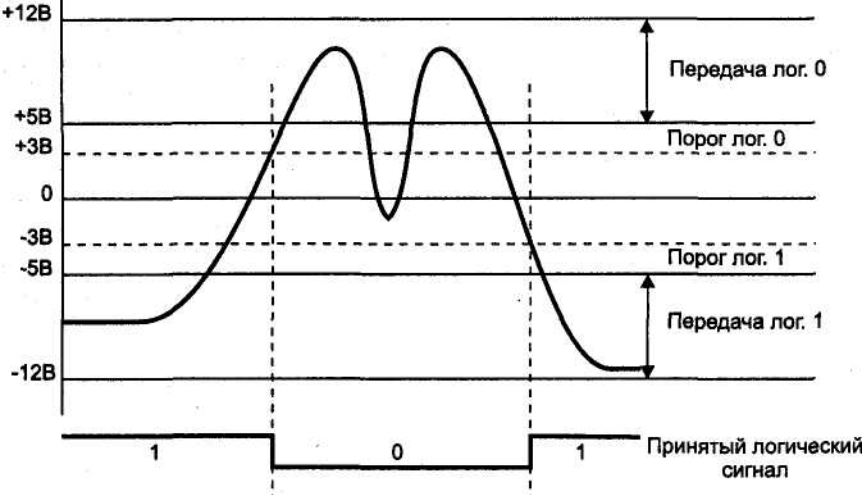

Рис. 2.3. Прием сигналов RS-232C
Стандарт RS-232C описывает несимметричные передатчики и приемники — сигнал передается относительно общего провода — схемной земли (симметричные дифференциальные сигналы используются в других интерфейсах — например, RS-422). Интерфейс *не обеспечивает гальванической развязки* устройств. Логической единице соответствует напряжение на *входе приемника* в диапазоне от -12 до -3 В. Для линий управляющих сигналов это состояние называется *ON* («включено»), для линий последовательных данных — *MARK*. Логическому нулю соответствует диапазон от +3 до +12 В. Для линий управляющих сигналов состояние называется *OFF* («выключено»), а для линий последовательных данных — *SPACE*. Диапазон от -3 до +3 В — зона нечувствительности, обуславливающая гистерезис приемника: состояние линии будет считаться измененным только после пересечения порога (рис. 2.3). Уровни сигналов на выходах передатчиков должны быть в диапазонах от -12 до -5 В и от +5 до +12 В для представления единицы и нуля соответственно. Разность потенциалов между схемными землями (SG) соединяемых устройств должна быть менее 2 В, при более высокой разности потенциалов возможно неверное восприятие сигналов.